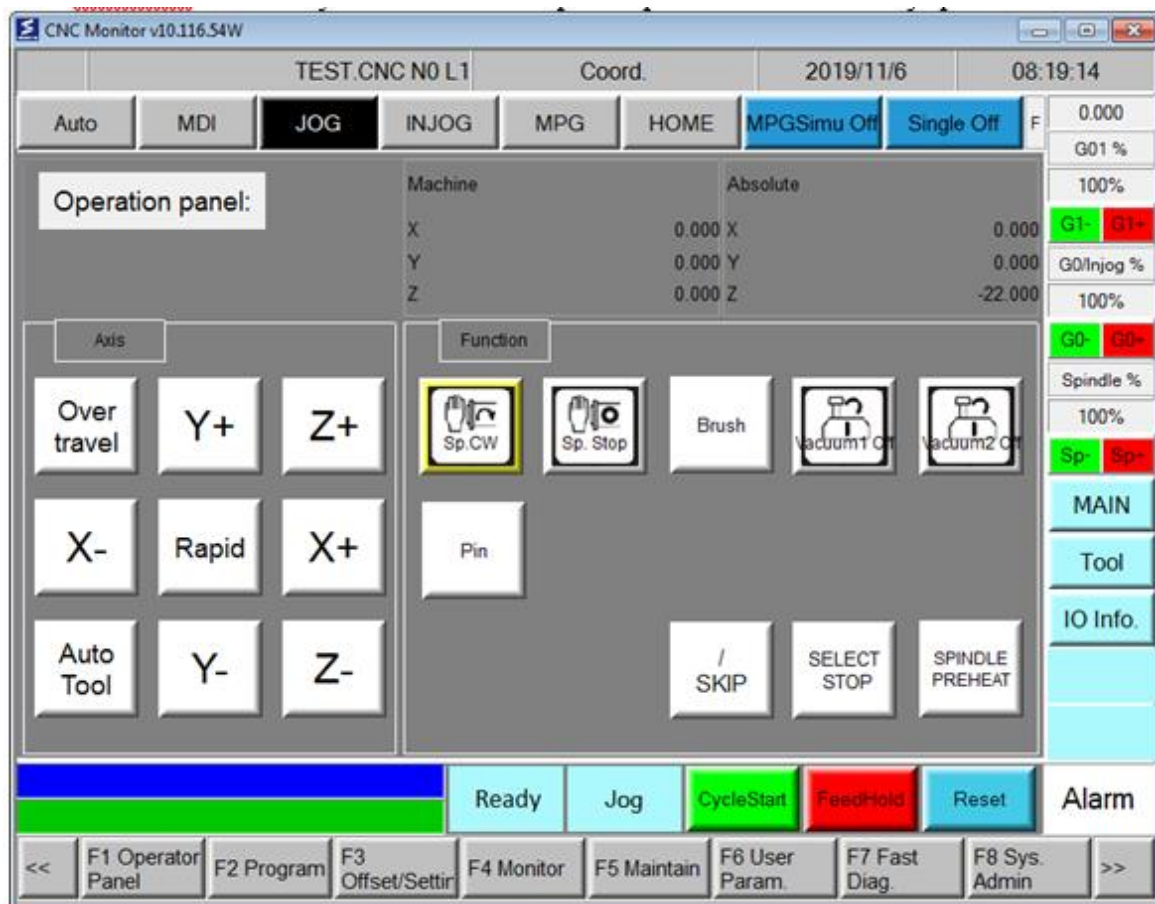

Рис. 14 Вид экрана при переключении в режим прогрева шпинделя
- Нажать на кнопку . Экран переключится в окно управления станком. См. Рис. 14.